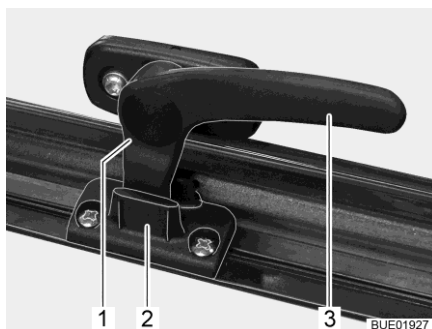

Bild 23 Låsarm (läget "kontinuerlig vädning")
- I läget "kontinuerlig vädning" (Bild 23)
- Sväng låsarmen (Bild 23,3) ett kvarts varv mot fönstrets mitt.
- Sväng låsarmen ett kvarts varv mot fönsterkarmen. Därvid måste låsspaken (Bild 23,1) föras in i spåret på fönsterlåset (Bild 23,2).